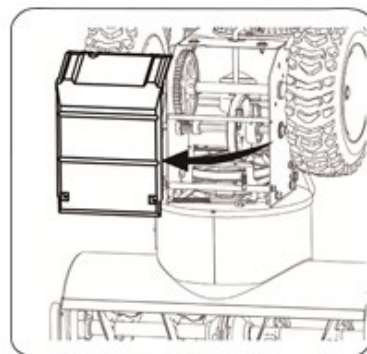

Abb.28
- Kippen Sie die Schneefräse vorsichtig nach oben und nach vorne, so dass sie auf dem Schneckengehäuse ruht. Entfernen Sie das Sieb von der Unterseite der Schneefräse, indem Sie die vier selbstschneidenden Schrauben entfernen, mit denen es befestigt ist. Siehe Abbildung 28.